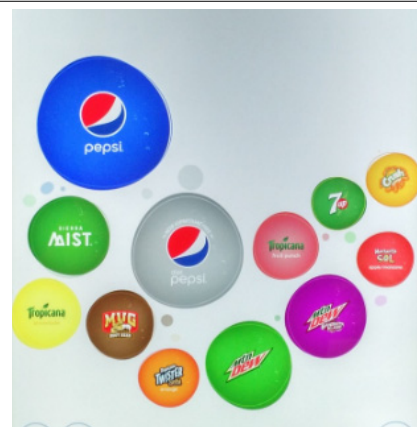

Figure 4
Résultat: l'écran des différents parfums apparaît. Voir la Figure 4.
- Pousser le diffuseur sur la base de la buse afin que le joint du diffuseur soit contre cette base (voir la Figure 4).
- Finalement, placer le boîtier de la buse (avec la buse à l'intérieur) sur la base de la buse (voir Figure 4). Ensuite, tourner le boîtier d'environ 1/4 de tour (dans le sens antihoraire) pour fixer le boîtier à la base de la buse.